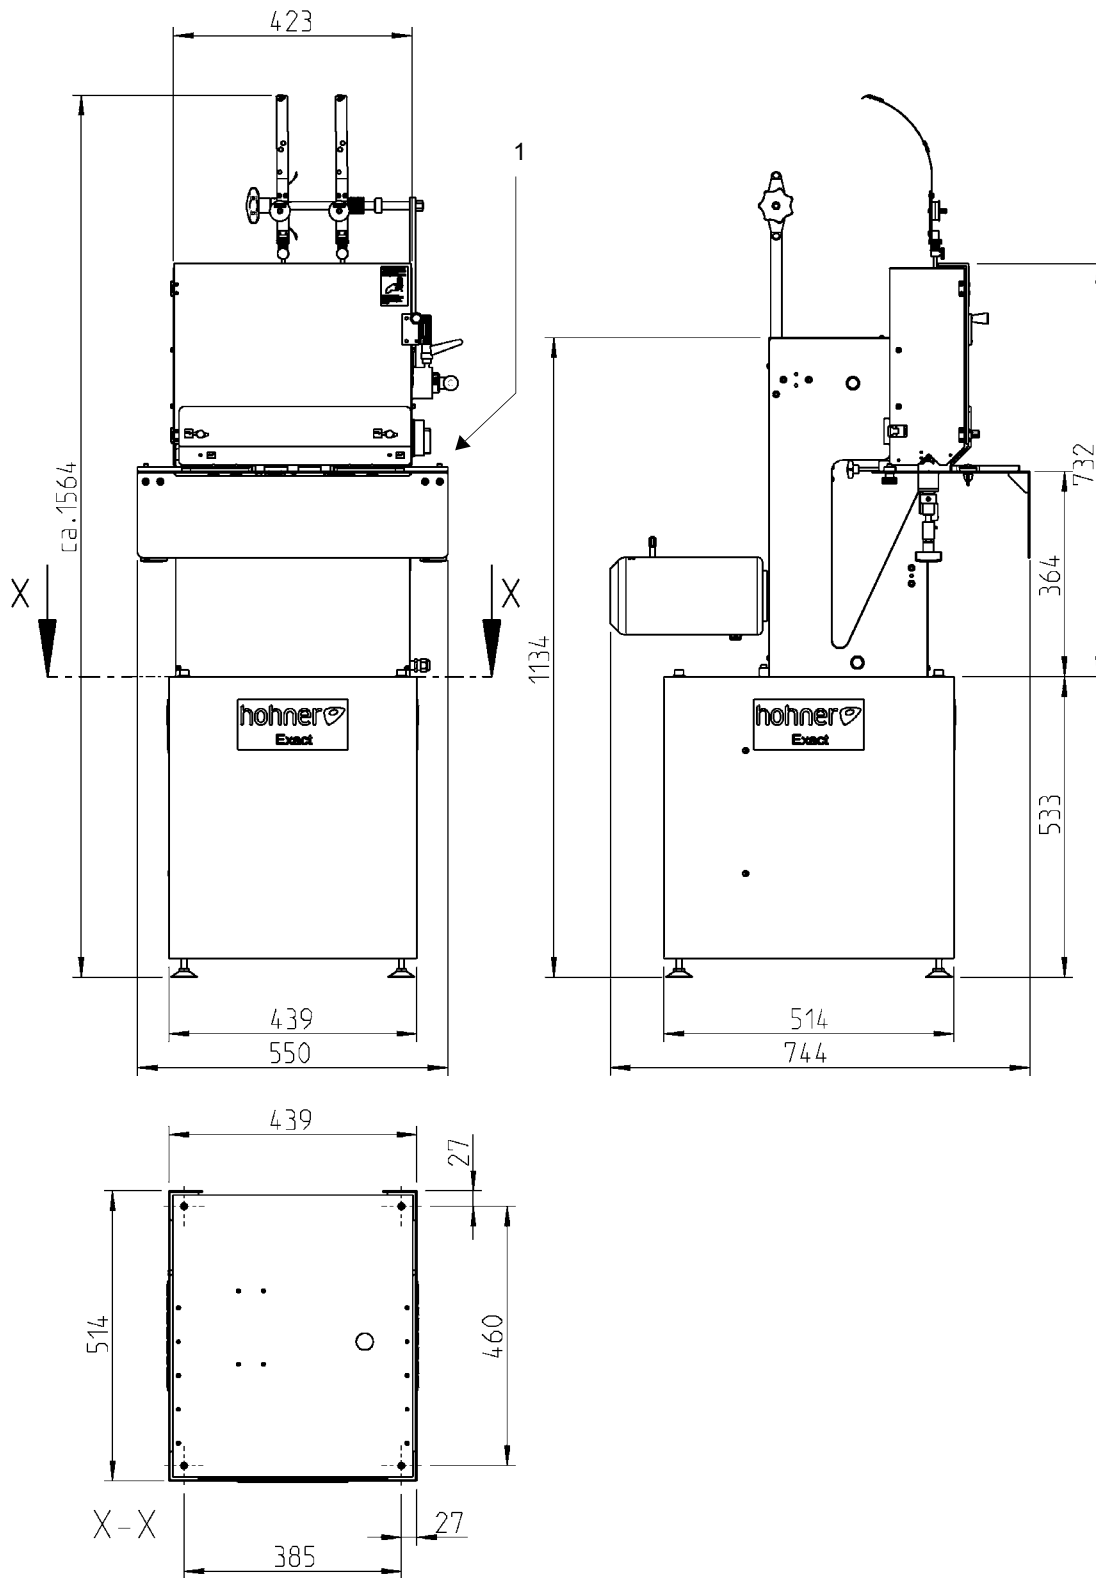

Abb. 2.1
- Abb. 2.1 -
Das Typenschild sowie die CE- Kennzeichnung befinden sich Unterhalb des Hauptschalters - Abb. 2.1 -, Pos. 1.